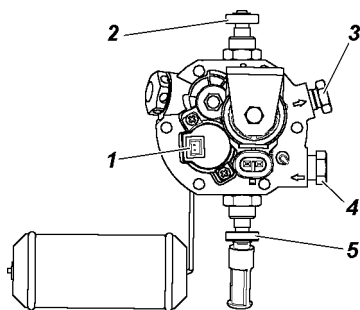

Рис. 9. Мультиклапан газового баллона:
**Мультиклапан** (рис. 9) устанавливается на газовом баллоне автомобиля и имеет ряд предохранительных устройств:
- плавно открыть расходный вентиль 2 (рис. 9) на мультиклапане баллона (или убедиться в том, что он открыт);